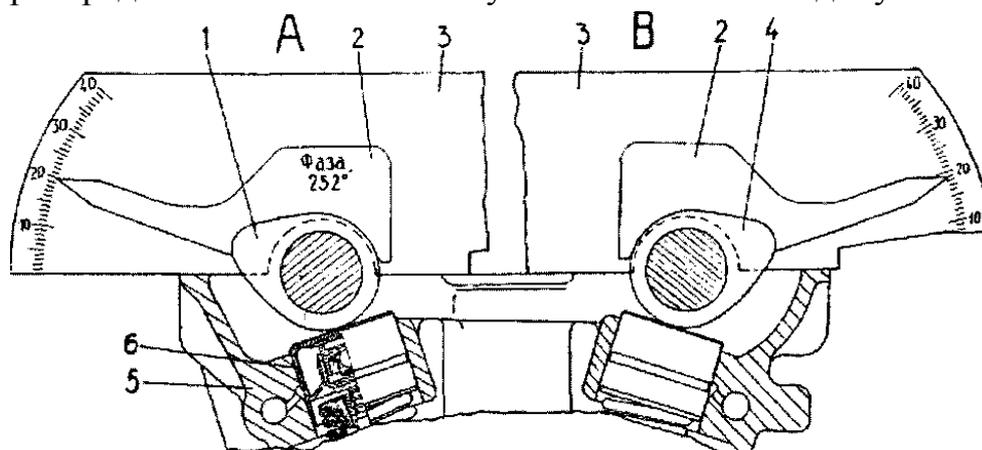

Рисунок 47– Проверка углового положения распределительных валов:
7. Установить транспортер 3 (Рисунок 47) за первым кулачком распределительного вала впускных клапанов - вид «А», расположив его между кулачком и крышкой опоры распределительного вала. Прижимая транспортер 3 к верхней плоскости головки цилиндров 5, приложить и плотно прижать шаблон 2 к поверхности первого кулачка. При этом стрелка шаблона должна располагаться на метке транспортера $20^{\circ}30' \pm 2^{\circ}40'$.